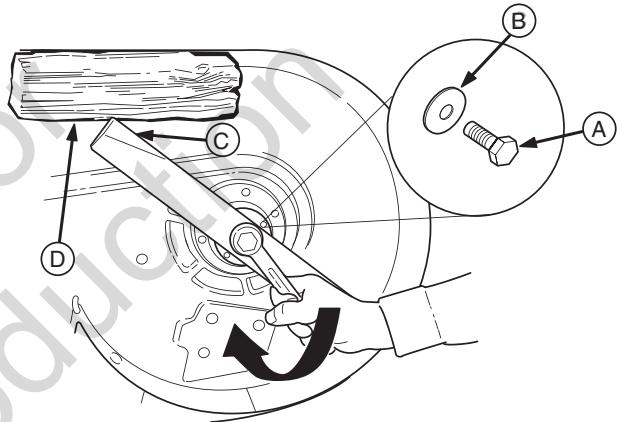

Figura 23. Instalación del Aspa
- Quite el tornillo de cabeza hexagonal (A, Figura 23), arandela elástica (B), y aspa.
- Reinstale el aspa con las aletas de izado (C, Figura 23) apuntando arriba hacia la cubierta de la podadora como se muestra.
- Reinstale la arandela elástica (B) y tornillo de cabeza hexagonal (A). Use un bloque de madera (E) para evitar que el aspa gire mientras aprieta el tornillo de cabeza hexagonal (A) a 45-55 ft-lbs (61-75 Nm). Gire el tornillo de cabeza hexagonal a la derecha para apretarlo.